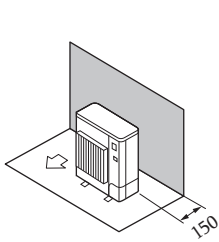

Fig. 2-7
- ① Շրջապատող իրեր՝ միայն հետևի մասում (Fig. 2-7)